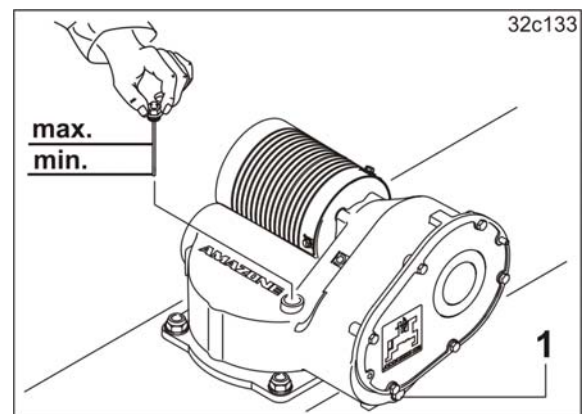

Bild 178
2. Skruva loss oljetappningsskruven (Bild 178/1).